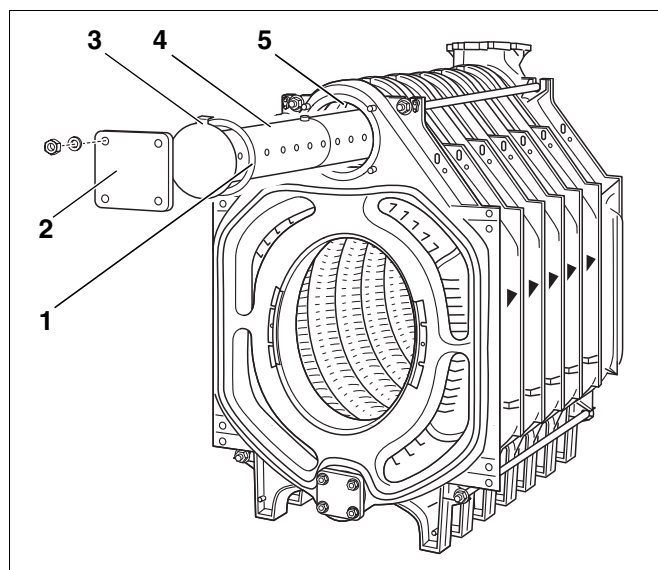

Fig. 21 Montering af fordelerrør
Fordelerrøret (Fig. 21, **pos. 4**) er todelt på kedler med 10 – 12 elementer.
- Skub pakningen ind over fordelerrøret (Fig. 21, **pos. 1**).
- Luk med blindflangen (Fig. 21, **pos. 2**).
Knasten (Fig. 21, **pos. 3**) på fordelerrørets afsluttende plade skal passe ind i udsporingen i den øverste nippelgang (Fig. 21, **pos. 5**). På denne måde er fordelerrøret fikseret, så fordelerrørets udstrømningsåbninger står i den korrekte vinkel. På denne måde er der sikret en optimal vandfordeling i området omkring den øverste nippelgang.